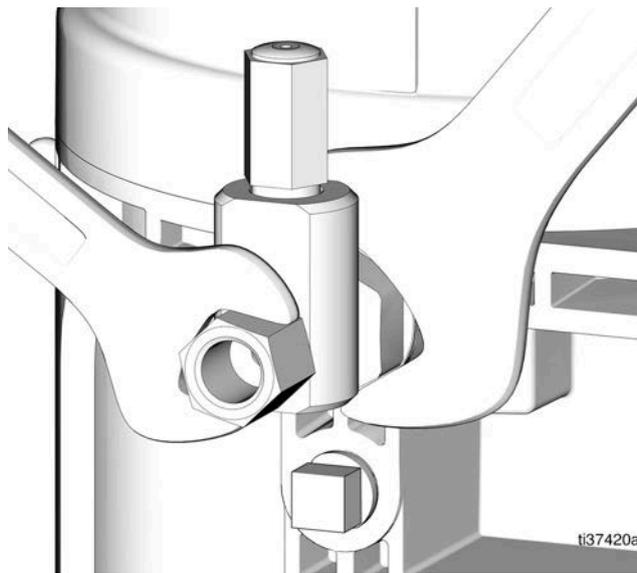

FIG. 22
3. Apriete el accesorio de conexión del elemento de bomba utilizando dos llaves haciendo fuerza en direcciones opuestas (FIG. 22).